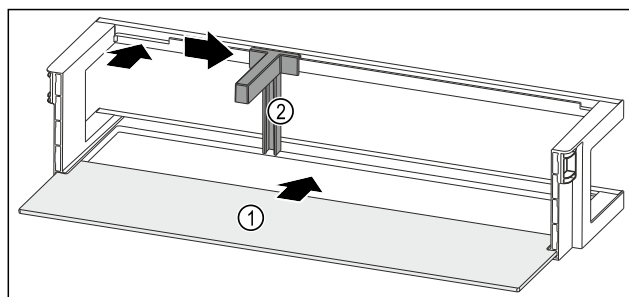

Fig. 141 Dveřní přihrádka s odkládací plochou
- Odkládací plochu Fig. 141 (1) zasuňte do bočních vybrání.
- Držák lahví Fig. 141 (2) vložte do vybrání.
- Držák lahví Fig. 141 (2) posuňte na stranu do požadované polohy.